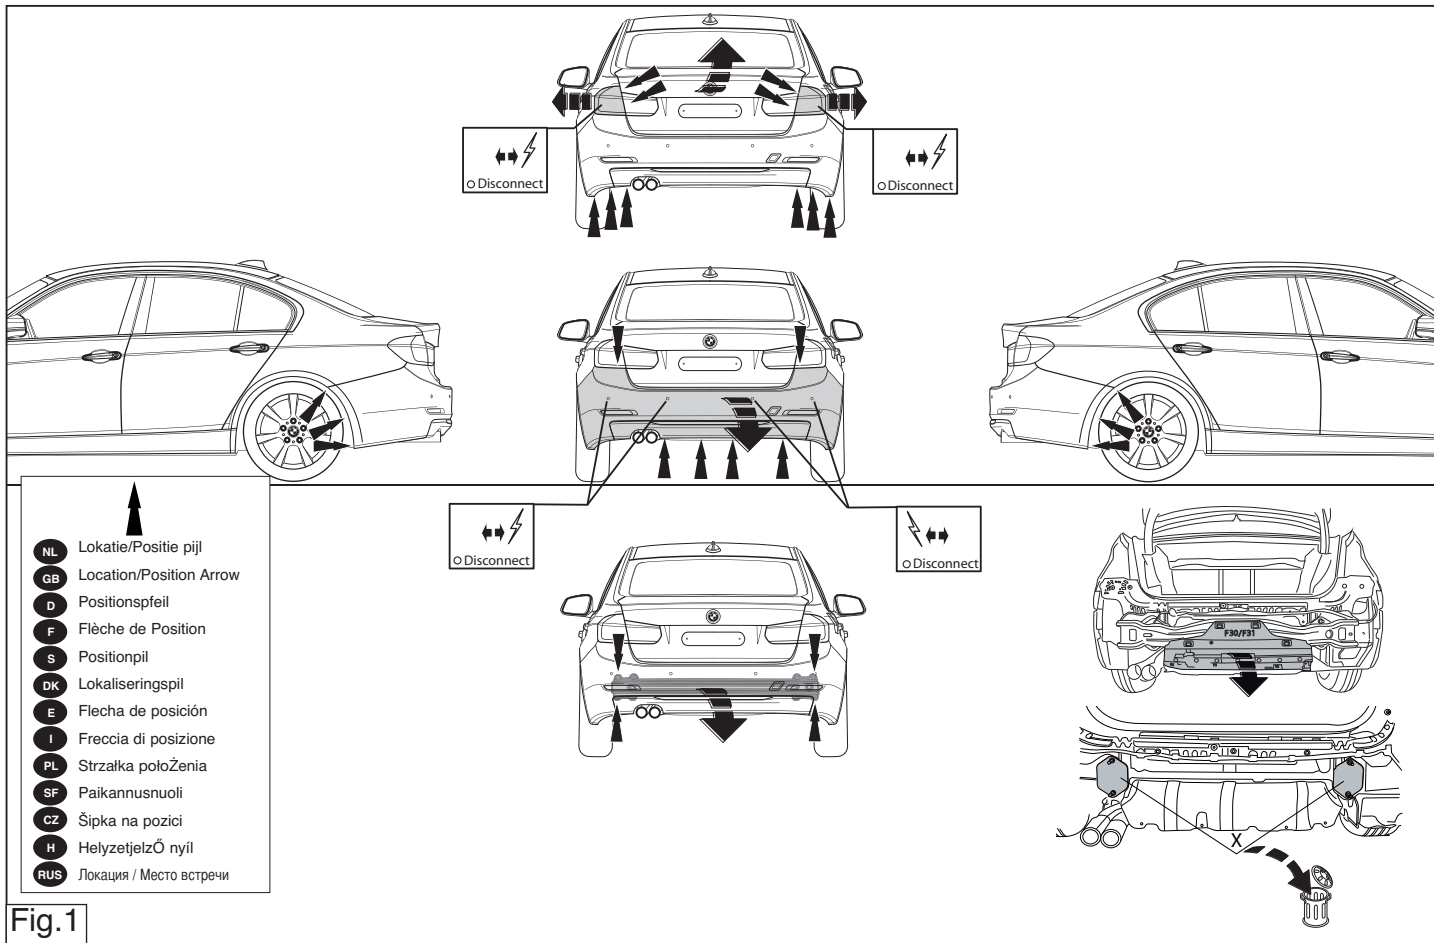

Fig.1
2. Снять бампер вместе со стальным буферным брусом автомобиля. Снять пластмассовый корпус с металлического буферного бруса. Буферный брус больше не понадобится. По мере необходимости, удалить наклейки на местах крепления X. См. рисунок 1.